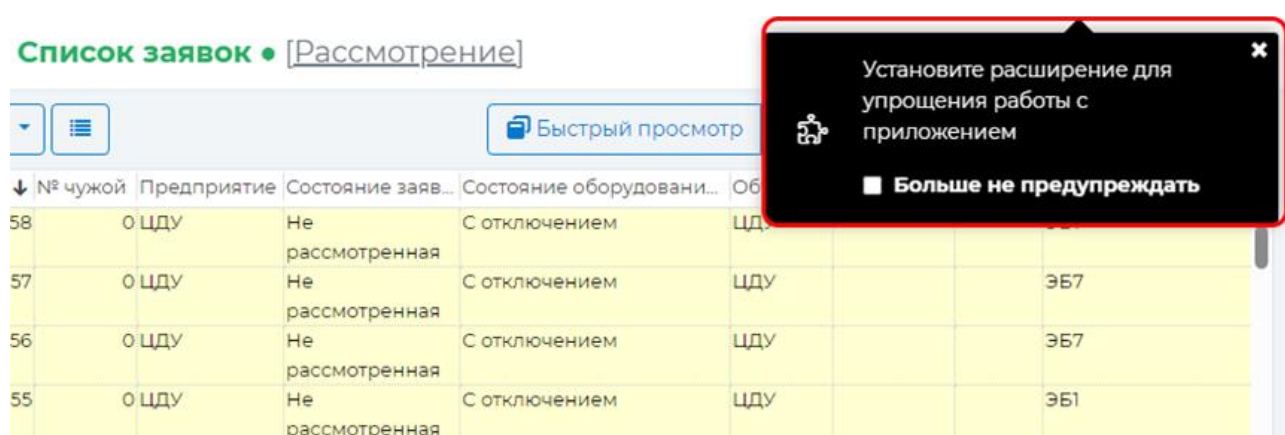

Рисунок 7.11 – Оповещение о необходимости установки расширения для браузера
- расширение для браузера у пользователя не установлено. Оповещение с текстом: «Установите расширение для упрощения работы с приложением» (Рисунок 7.11);